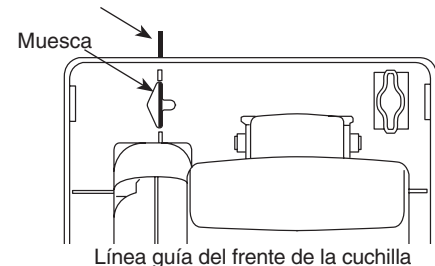

Fig. 3
1. Alinee la línea de mira en la zapata con su línea de corte (Consulte la Fig. 3.)